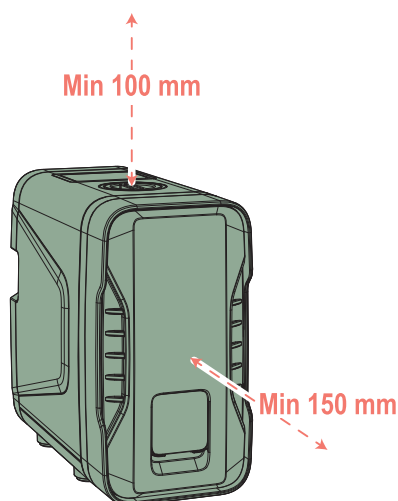

图10 需保证的最小自由空间
- 泵上方留出至少10 cm的自由距离，以便能在清洁时抽出止回阀（见图10）。
- 泵前方留出至少15 cm的自由距离，以便能在需要时进入电机轴（见图10）。